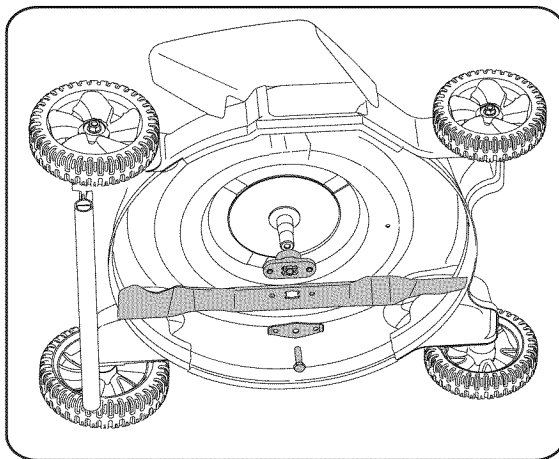

Figure 13
9. Placez l'adaptateur de la lame sur le vilebrequin, «l'étoile» à l'opposé du moteur. Voir la Figure 13. Placez la lame, le côté sur lequel la mention «Bottom» (ou le numéro de pièce) apparaît, à l'opposé de l'adaptateur. Alignez le support de la lame sur celle-ci en enfonceant les pattes dans les trous de la lame, puis insérez le boulon hex.
3. Enlevez le boulon et le support de la lame qui maintiennent la lame et l'adaptateur sur le vilebrequin. Voir la Figure 13.